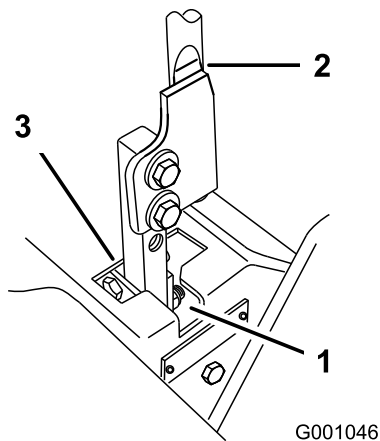

Figura 68
5. Mettete la leva in folle **senza bloccarla** (Figura 68).
6. Tirate indietro la leva finché il perno con testa (sul braccio sottostante l'albero di articolazione) non tocca l'estremità della tacca (inizia a premere sulla molla) (Figura 68).
7. Controllate dove la leva di comando corrisponde alla tacca nella console (Figura 68). Dev'essere al centro, e consentire lo spostamento della leva verso l'esterno, in posizione di bloccaggio in folle.